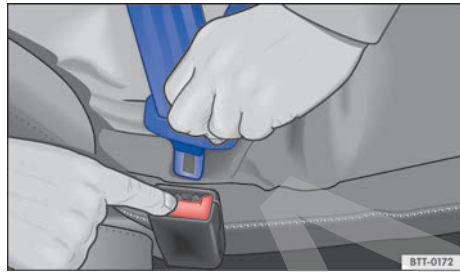

Fig. 52 Soltar la lengüeta del cinturón de seguridad del cierre del cinturón.
- Presionar la tecla roja en el cierre del cinturón de seguridad \Rightarrow **fig. 52**. La lengüeta del cinturón de seguridad se sale hacia afuera.